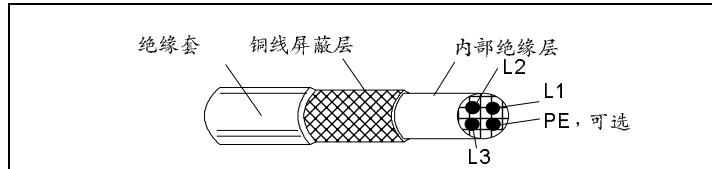

图 21 电机电缆屏蔽的最低要求（例如 Iflex-Servo-FD 780 CP, Lappkabel or MCCMK, NK Cables 电缆）
对电缆屏蔽层的要求是：完整细密，辐射率小。图 21 所示为一个有效电缆结构的例子。
*应按照图 21 选择有效的电机屏蔽电缆。
对于 ACS 141-4K1-1 和 ACS 143-4K1-1，应按照图 21 选择电机电缆。
带滤波器 ACS100-FLT-C 或 ACS140-FLT-C 的导体辐射符合 EN 61800-3 (EN 50081-1) 中关于第一环境里非限制性配电的标准，电机电缆应有有效屏蔽(参见图 21)，且最大长度为 30m。
电机电缆长度见表 10，并应按照图 21 选择有效的电机屏蔽电缆。在电机末端应使用 EMC 电缆密封板(例如 ZEMREX SCG 屏蔽电缆密封板)，将电机侧电缆屏蔽层 360 度接地。